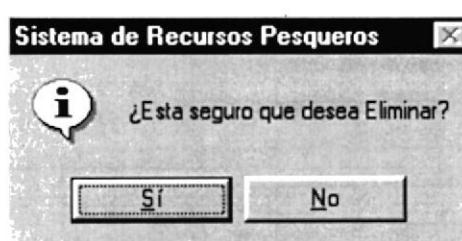

Figura 9.96 Mensaje de Eliminación
2. Nos aparece el siguiente mensaje (ver figura 9.96).